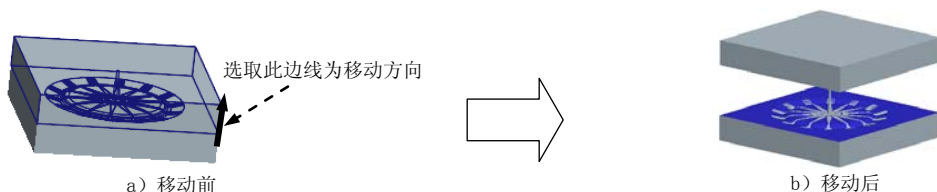

图 23.31 移动上模
Step4. 在系统 **通过选择边、轴或面选择分解方向** 的提示下，选取图 23.31 所示的边线为移动方向，输入要移动的距离值 200，并按 Enter 键。